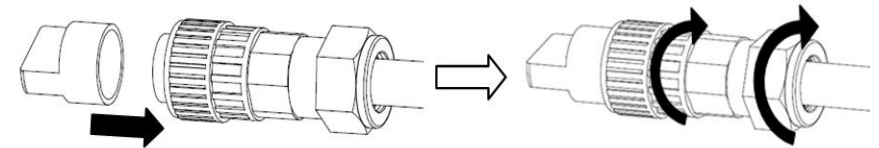

Abbildung 5.23 Wechselstromanschlussklemme
B) Befestigen Sie die Kunststoffhalterung (Zubehör anziehen) im Socketelement, ziehen Sie den Adapter im Socketelement fest und ziehen Sie die Überwurfmutter mit einem Drehmoment von 3–4 Nm fest (siehe Abbildung 5.23).